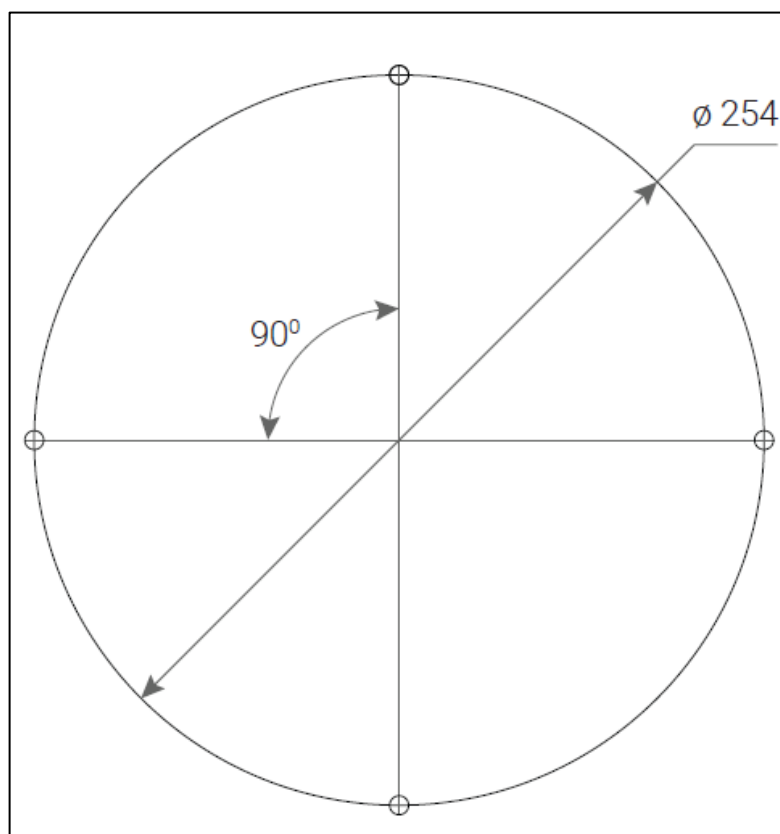

Рисунок I-13 – Схема разметки отверстий для монтажа манипулятора
- просверлите 4 монтажных отверстия по окружности диаметром $\varnothing 254$ мм под крепления основания манипулятора согласно схеме разметки (см. Рисунок I-13);